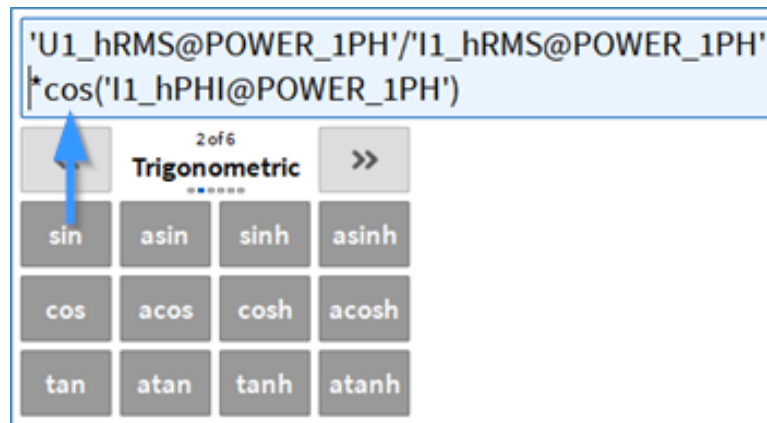

Abb. 7.75: Trigonometrische Operatoren in Kombination mit Array-Kanälen
- Trigonometrische Operatoren (siehe Abb. 7.75)